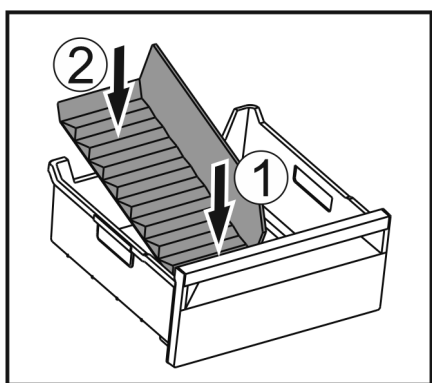

Fig. 165
- ▶ Vložte přední část přepážky přihrádky na led. Fig. 165 (1)
- ▶ Zadní část přepážky přihrádky na led spusťte až na dno zásuvky. Fig. 165 (2)